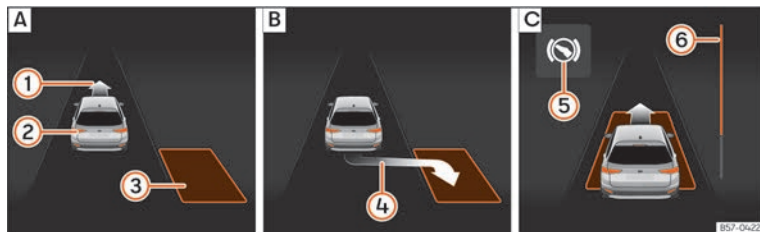
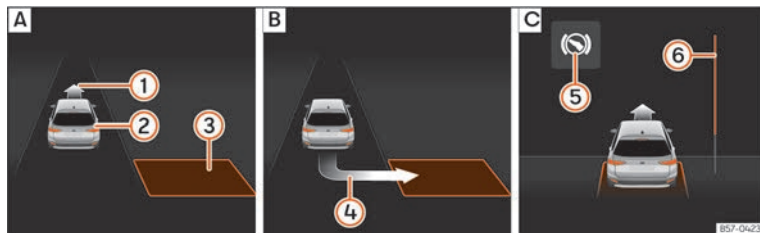

Fig. 205 No ecrã do painel de instrumentos: estacionar em linha. **[A]** Procurar um lugar de estacionamento. **[B]** Posição para estacionar. **[C]** Manobrar.
Fig. 206 No ecrã do painel de instrumentos: estacionar em espinha. **[A]** Procurar um lugar de estacionamento. **[B]** Posição para estacionar. **[C]** Manobrar.
- Observe na visualização do ecrã do painel de instrumentos se se detetou o lugar como «apropriado» e se atingiu a posição correta para estacionar »» **Fig. 205 [B]** ou »» **Fig. 206 [B]**. O lugar foi considerado «apropriado» se no ecrã do painel de instrumentos aparecer a indicação de estacionar (4).
- Retroceda até o sinal contínuo do ParkPilot soar; **OU:** retroceda até aparecer a indicação de marcha à frente no ecrã do painel de instrumentos »» **Fig. 205 [C]** ou »» **Fig. 206 [C]**; **OU:** retroceda até aparecer a mensagem
- Carregue no pedal do travão até o sistema de estacionamento assistido terminar de realizar as rotações do volante; **OU:** até o símbolo (5) no ecrã do painel de instrumentos se apagar.
- Faça marcha à frente até soar o sinal contínuo do ParkPilot; **OU:** faça marcha à frente até aparecer a indicação de fazer marcha-atrás no ecrã do painel de instrumentos. O sistema de estacionamento assistido manobra o veículo em frente e em marcha-atrás até centrá-lo no lugar »» **Fig. 205 [C]** ou »» **Fig. 206 [C]**.
A barra de progresso »» **Fig. 205 (6)** e »» **Fig. 206 (6)** mostra simbolicamente no ecrã do painel de instrumentos a distância relativa que ainda falta percorrer. Quanto maior for a distância, mais cheia está a barra de progresso. Ao circular